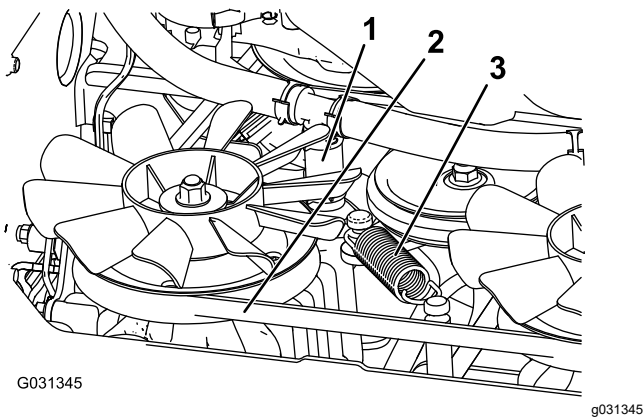

Figure 81
5. Déposez le flexible hydraulique inférieur (Figure 81).
6. Déposez le ressort de tension (Figure 81).
7. Enlevez la courroie de transmission de l'embrayage et de la butée d'embrayage (Figure 81).